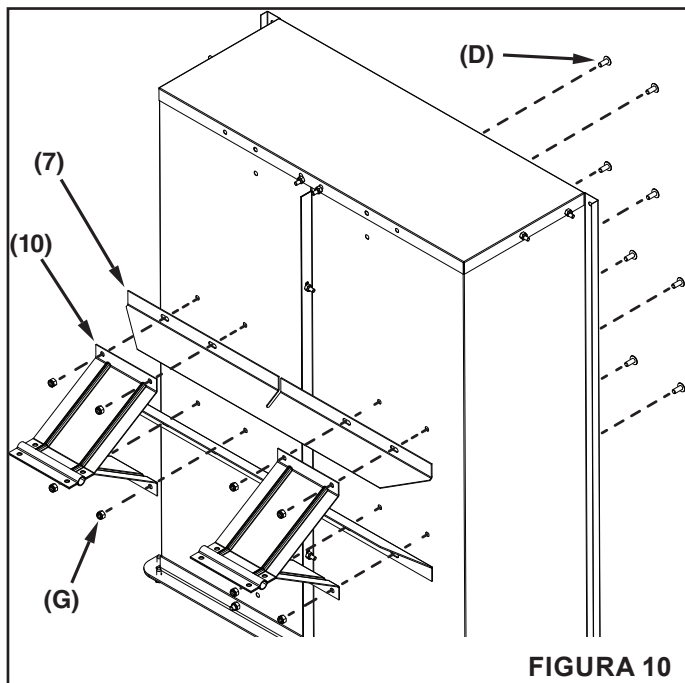

FIGURA 10
PASO 10: (VEA LA FIGURA 10)
- Sujete los soportes de la plataforma (7) al carro y acople los soportes de las ruedas (10) a estos, utilizando ocho pernos de cabeza redonda de 5/16" x 3/4" (D) y tuercas de seguridad (nylock) de 5/16" (G).